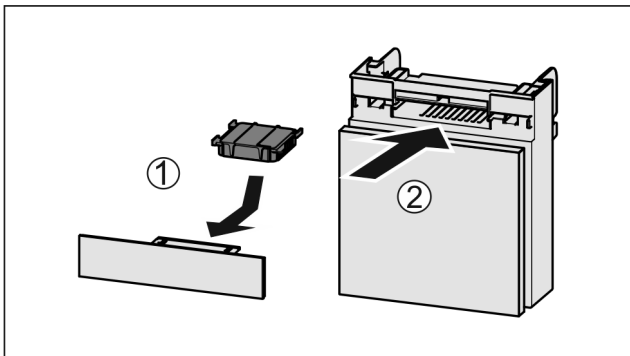

Fig. 92
- ▶ Aktivkohlefilter nach Abbildung einsetzen Fig. 92 (1).
- ▶ Fach einschieben Fig. 92 (2).